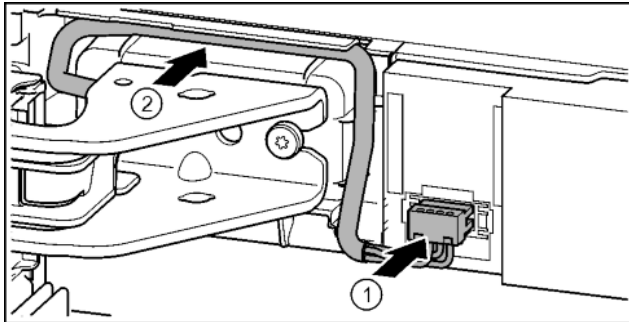

Fig. 40
- ▶ Stecker über oberen Lagerbock einrasten und Kabellitzen vorsichtig in Kanal legen. *Fig. 40 (1)*
- ▶ Graues Kabel vorsichtig in der Führung über dem oberen Lagerbock verlegen. *Fig. 40 (2)*